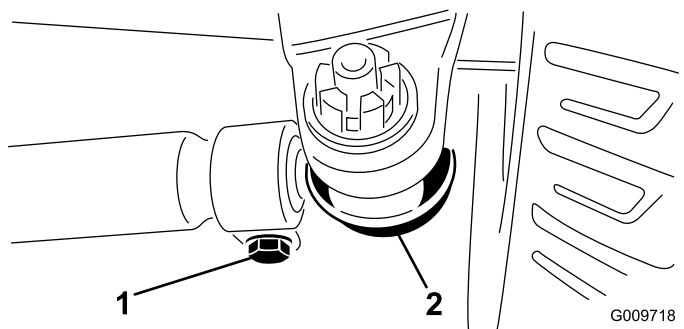

Figura 74
3. Per regolare la convergenza, toglieete la coppiglia e il dado da uno dei giunti a sfera del tirante (Figura 74).
5. Allentate i fermi su entrambe le estremità dei tiranti (Figura 74).